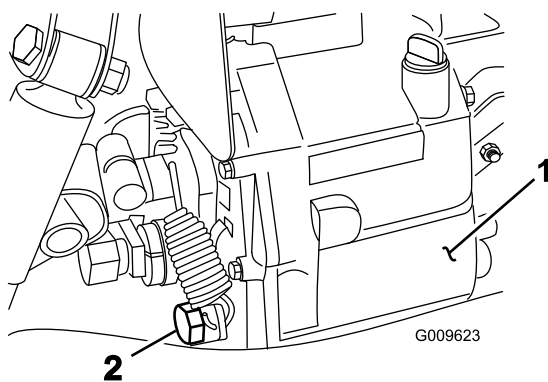

Figura 68
2. Togliete la valvola di spurgo situata sul fianco del serbatoio e lasciate defluire il fluido idraulico in una bacinella (Figura 68).